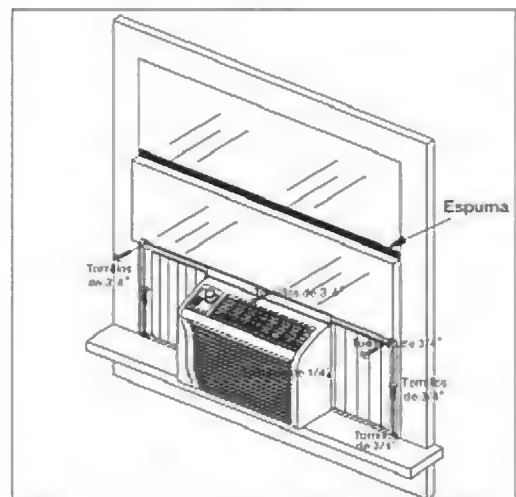
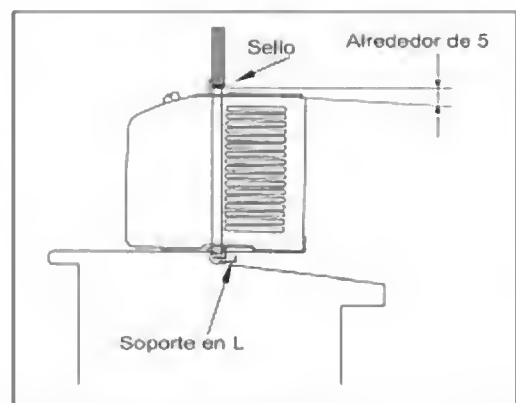

Fig. 6
Fig.7
6. Levante el aire acondicionado con mucho cuidado y deslícelo por la ventana abierta. Asegúrese de que la guía inferior del aire acondicionado se inserte en las ranuras de los soportes en L. Cuando el aire acondicionado apoye en los soportes en L, quedará centrado en la abertura de la ventana tal como se indica en la Fig.6.
Mientras acomoda el aire acondicionado, baje el marco de la ventana con mucho cuidado y apóyelo en el canal superior del aire acondicionado, tal como se indica en la Fig. 7. Primero, ajuste ambos lados al umbral de la ventana con dos tornillos de 3/4" y uno de 2/5" (que se destornilla de cada lado de la unidad). Luego ajuste el canal superior al marco de la ventana con un tornillo de 3/4" y ajuste los marcos de la cortina lateral con cuatro tornillos de 3/4", tal como se indica en la Fig. 6.